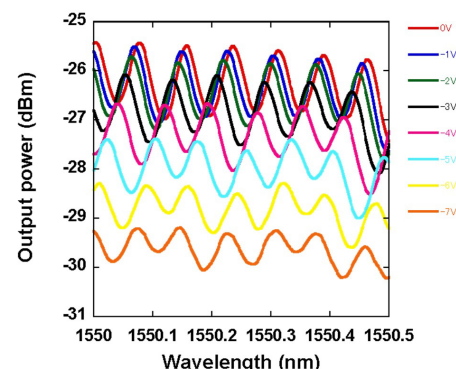

Fig. 2 Measured results of transmission spectrum
本研究では、チップ端面反射によるファブリペロ共振のピークシフト量から MOS 構造光変調器の屈折率変調量を算出した。MOS 構造光変調器に電圧を印加した際の透過スペクトル測定結果を図 2 に示す。入射光は tunable laser diode を波長掃引して入射し、偏波は transverse-electric (TE) モード、入射光強度は -3 dBm、出力光は 3 dB カプラで分波された後受光器に接続される。n 型 InP への負電圧印加により共振ピーク波長が短波側にシフトしていることから、